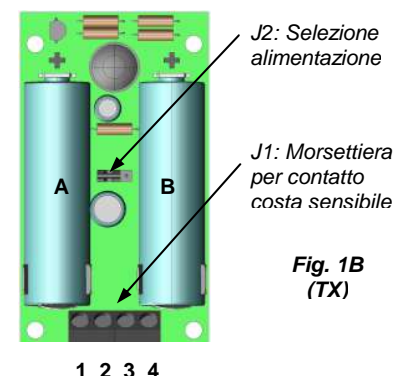

Fig. 1B
- Eseguire i collegamenti come indicato nei paragrafi precedenti, avendo cura di selezionare l'alimentazione del trasmettitore tramite l'apposito jumper (J2, Fig. 1B):
- Collegare all'apposita morsettiera (J1, Fig. 1B) il contatto di uscita della costa o della sicurezza esterna al trasmettitore. Se questa opzione non viene utilizzata, lasciare inserito il ponticello esistente.